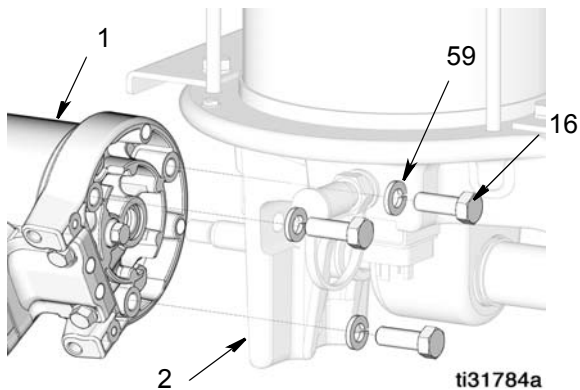

FIG. 32
1. Aligner le moteur pneumatique (1) dans la base de la pompe (2). Aligner l'orifice de broche du moteur pneumatique avec l'orifice de broche de la tige de palette (12).
2. Mettre les trois rondelles (59) et les vis (16). Serrer à un couple de 5 à 10 ft-lbs (6,77 à 13,56 N·m) (FIG. 32).